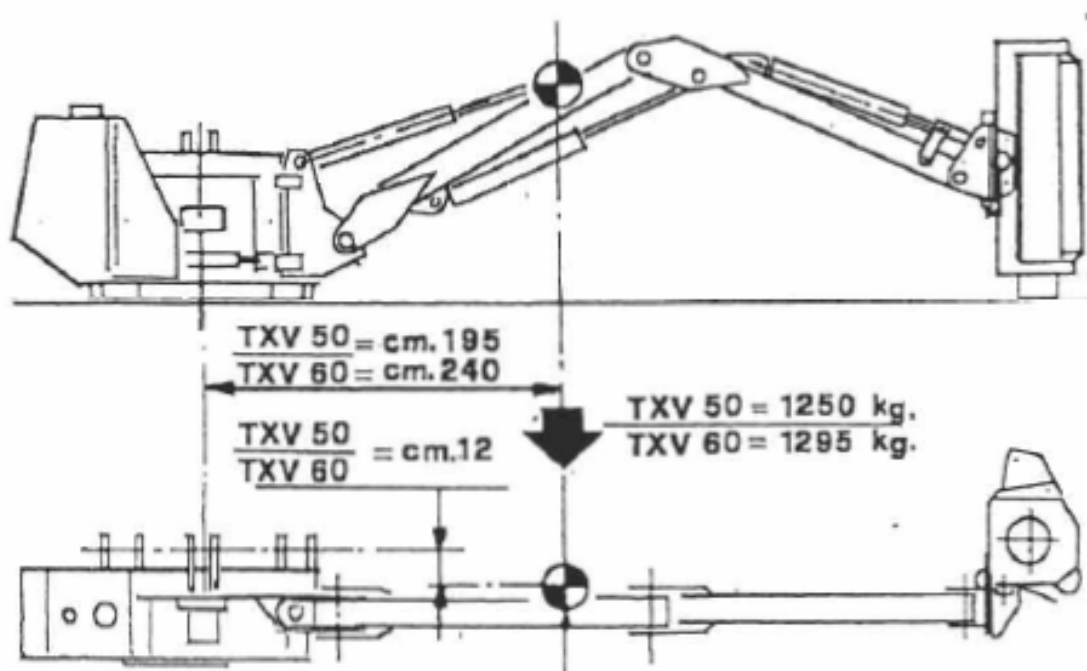

РИС. 4.3
- Перед присоединением мульчера к трактору убедитесь, что опрокидывающий момент стрелы соответствует допустимым значениям трактора. РИС. 4.3 показывает, как вес и расположение центра тяжести мульчера с полностью вытянутой стрелой соотносится с центральной осью трактора.